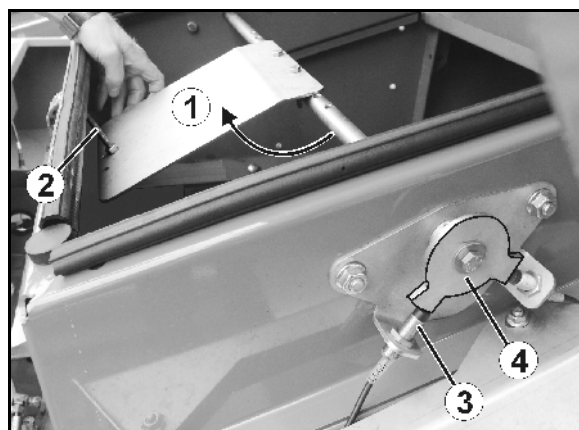

Fig. 80
3. Kontroller om reguleringsluken (Fig. 80/1) er lettgående og evt. etterjustere justerringene.
Anslaget til reguleringsluken stilles inn via skruen(Fig. 80/2). Hvis reguleringsluken til anslag er bøyd i en annen retning, må impulsskiven (Fig. 80/4) dekke til sensoren(Fig. 80/3).